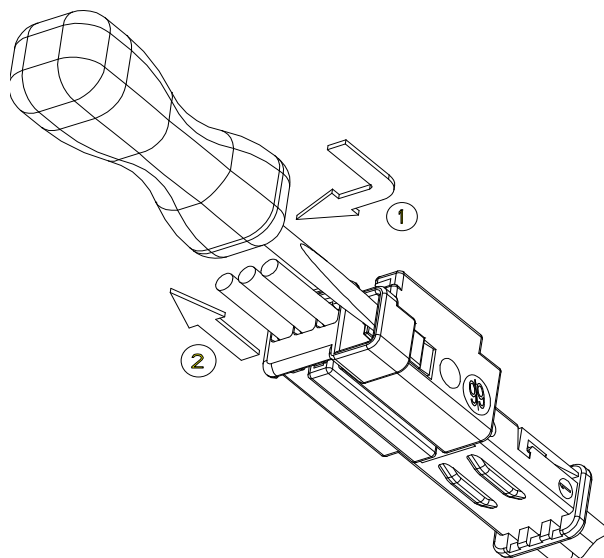

Figure 16 :
- Introduire un outil non-spécifique entre la patte d'avaloir et son point de protection (voir Figure 16)
- Insert a non-specific tool between the locking latch and its protection point (see Figure 16).